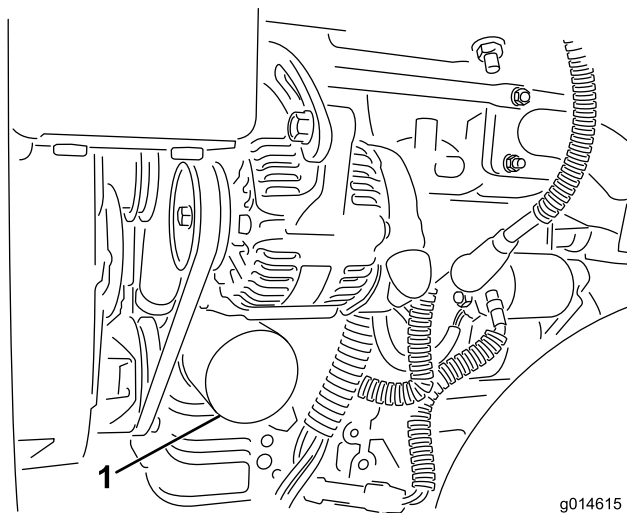

Figure 32
2. Déposez le filtre à huile (Figure 32). Appliquez une fine couche d'huile sur le joint du filtre de rechange.